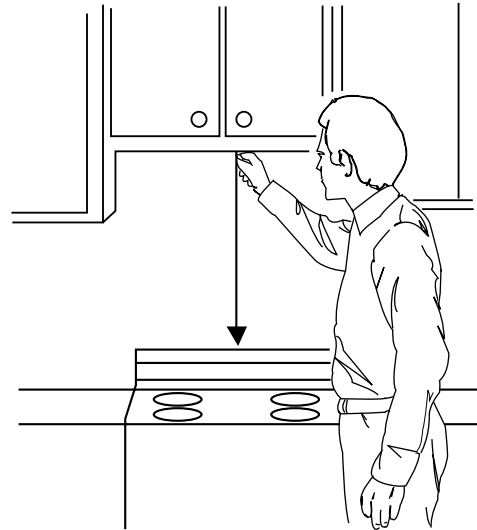

Figura 23
1. Por medio de una cuerda de plomada y una cinta métrica (metálica), encuentre y marque la línea central vertical de la pared trasera, según se muestra en la Figura 23.
NOTA: Cerciórese de que el ancho mínimo sea 76 cm (30 pulg) y que la distancia desde la parte superior de la plantilla de pared hacia la estufa o la superficie del gabinete sea por lo menos de 76 cm (30 pulg). Consulte la Figura 23.